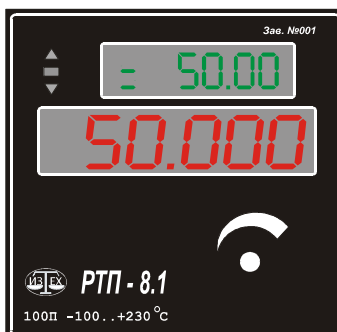

Рис. 1.
7.1. После подачи питания на дисплее регулятора появится начальная заставка «[С]’02». Через 2-3 секунды в нижней (основной) строке дисплея появится текущая температура термостата, в верхней (вспомогательной) строке – уставка (заданная температура). Рис. 1.